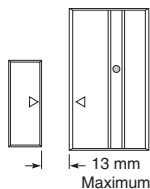
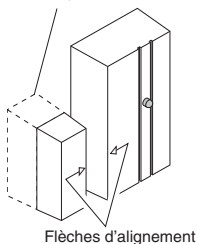

Figure 3
Figure 4
- 3. Installation du capteur.** Utilisez soit des vis, soit du ruban adhésif double face pour monter l'unité de bouton-poussoir. **IMPORTANT** : L'écart maximum entre le capteur et l'aimant est de 13 mm (voir la Figure 3). Les flèches sur chaque appareil doivent être vis-à-vis l'une de l'autre et alignées (voir la Figure 4). L'aimant doit être près du capteur. *Remarque* : Lorsque l'aimant est en retrait, utilisez l'espaceur pour l'aligner correctement avec le capteur (voir la Figure 4).